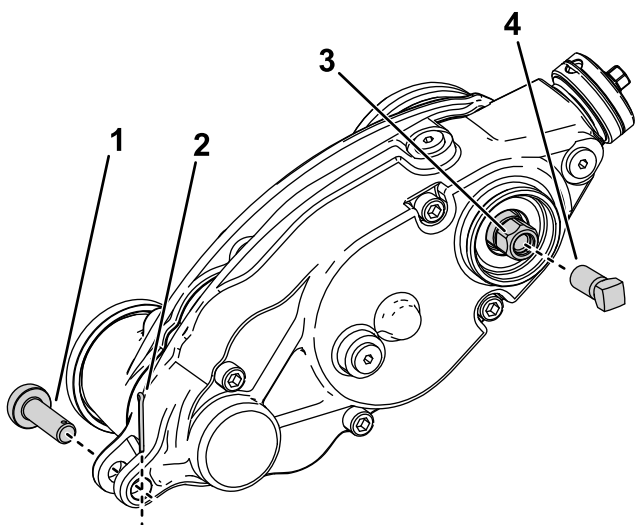

Рисунок 25
3. Отверните штифт регулятора и шплинт, которые крепят блок привода механической щетки к рычагам регулятора (Рисунок 25).
внутреннюю резьбу шестигранной головки блока привода механической щетки и затяните его с моментом 13,5 Н·м, как показано на Рисунок 25.
6. Снимите блок привода механической щетки с режущего барабана, повернув шестигранную головку привода механической щетки (Рисунок 25).